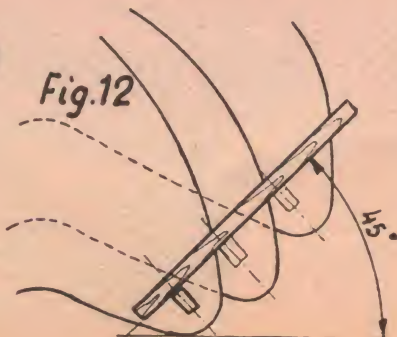

Fig. 12
già fissato sul secondo tavolinetto (2). Tracciate il profilo del tavolinetto (1). Eseguite la stessa operazione, disponendo il tavolinetto (2) sul tavolinetto (3). I piedi dovranno trovarsi al di fuori di tali linee. Bisogna effettuare una seconda localizzazione prima della fissazione dei piedi sugli ultimi due tavolinetti. Disponete i tre tavolinetti l'uno sull'altro come in precedenza (fig. 12). Ponete un regolo contro uno dei piedi anteriori del tavolinetto (1), mantenetelo perpendicolarmente alla linea a 45° (fig. 12). Tracciate un tratto di matita lungo tale regolo sulle tre tavolette. Eseguite la stessa operazione sull'altro lato. I piedi dei tre tavolinetti debbono essere situati ad uguale distanza l'uno dall'altro e contro tale tratto (fig. 12). Fissateli con lo stesso procedimento usato per i piedi precedenti.